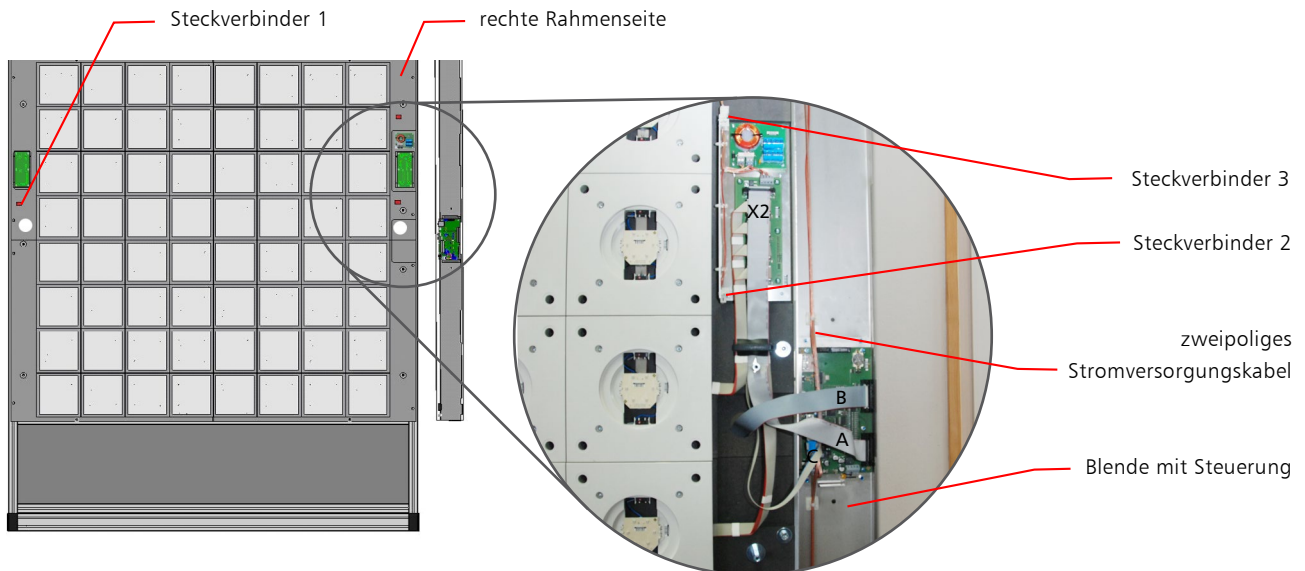

Abb. 3.1-36
ACHTUNG: Die Stecker und Kabel sind zu diesem Zweck nummeriert und müssen exakt nach der Nummerierung verbunden werden (**Abb. 3.1-36**)!
Schritt 27: Schließen Sie jetzt noch die Stromversorgung für die Tastfelder an. Die Positionen der Stecker finden Sie in **Abb. 3.1-36**. Verbinden Sie zunächst den Steckverbinder 1 (linkes oberes Tastmodul) mit dem Steckverbinder 2 (rechtes oberes Tastmodul unter der Verteilerplatine). Anschließend verbinden Sie den Steckverbinder 3 (rechtes obere Tastmodul über den Eingangsfilter) mit der Steuerung im Edelstahl-Rahmenteil **B2**.